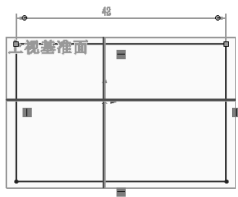
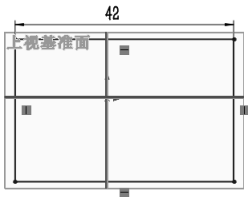

图 3-82 预览效果
图 3-83 完成的水平尺寸
- 05 修改数值为 40 后，其预览效果如图 3-82 所示，单击“修改”对话框中的确定按钮，或者按 Enter 键确认，并单击“尺寸”属性管理器中的确定按钮，即完成水平尺寸的创建，如图 3-83 所示。